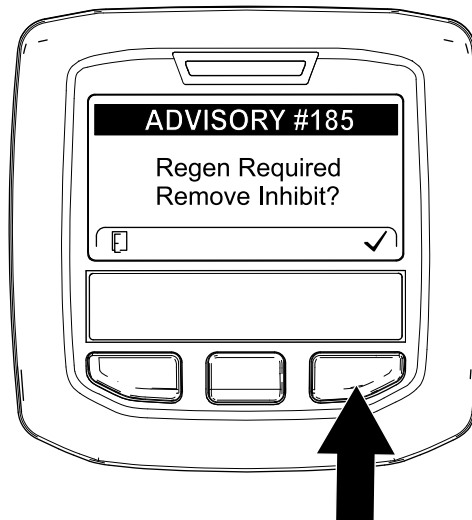

Figure 67
**Remarque:** Si INHIBIT REGEN est réglé sur ON, l'InfoCenter affiche l'AVIS N° 185 (Figure 67). Appuyez sur le bouton 3 pour faire passer le paramètre d'interdiction de régénération à OFF (désactivé) et poursuivez la régénération commandée.